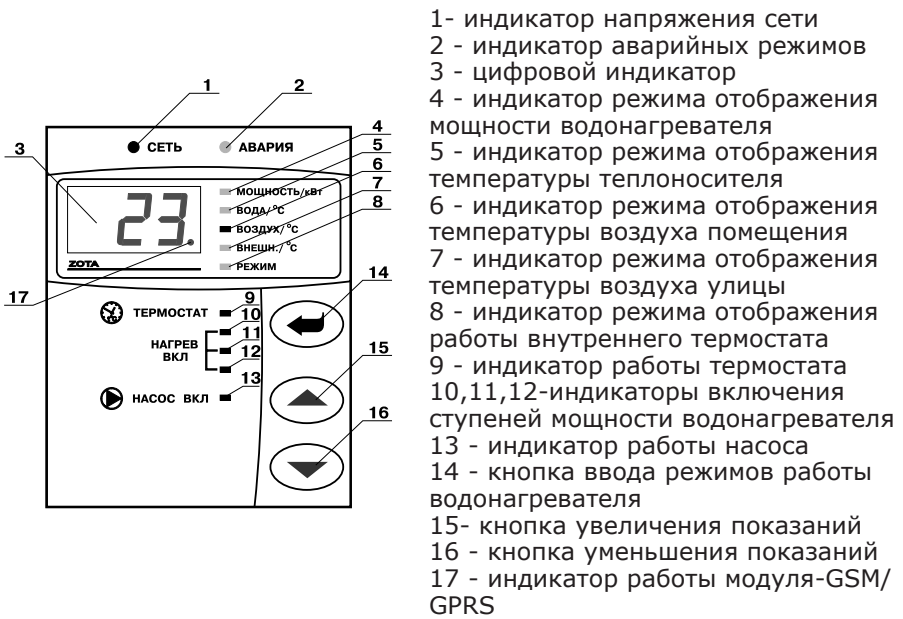

Рис. 2 Расположение органов управления на передней панели
7.7. С помощью кнопок, обозначенных символами \triangle и ∇ , можно изменить отображаемую на цифровом индикаторе информацию. При нажатии этих кнопок, на индикаторе последовательно отображаются текущие значения: максимальная мощность котла, температура теплоносителя, температура воздуха в помещении, температура воздуха на улице, режим работы внутреннего термостата. Каждое нажатие сопровождается коротким звуковым сигналом. При этом светятся индикаторы (4), (5), (6), (7), (8), Рис.2 соответственно, указывая на отображение текущей величины.
7.12. При нагреве теплоносителя выше 95°C срабатывает аварийная защита по температуре, загорается индикатор «АВАРИЯ» (2), Рис.2, отключается нагрев, и цифровой индикатор показывает код неисправности /Н-6/. При остывании теплоносителя примерно на 20°C нагрев снова включается.
7.13. Для защиты ТЭНов имеется датчик уровня воды, который срабатывает при понижении уровня теплоносителя в котле, при этом загорается индикатор «АВАРИЯ» (2) Рис.2, на цифровом индикаторе отображается надпись/Н-5/ и отключается нагрев.
7.14. Циркуляционный насос может работать в двух режимах работы: постоянном, без отключения и периодическом, с отключением насоса. При постоянной работе циркуляционного насоса горит индикатор (13), Рис.2, «НАСОС ВКЛ». Насос подключается через предохранитель (13), Рис.1, и при срабатывании предохранителя (например при коротком замыкании цепи насоса), питающее напряжение на насос не подается, индикатор (13) гаснет, на цифровом индикаторе загорается надпись /Н-4/ и отключается нагрев.
7.16. При подключении внешнего программируемого термостата к колодкам T1, T2 нагрев в котле включается, если контакты реле термостата замкнуты. При размыкании контактов, начинает периодически мигать индикатор «ТЕРМОСТАТ» (9), Рис.2, и нагрев всех ступеней отключается одновременно. Внешний термостат можно использовать как программируемый по времени таймер, который включает и отключает нагрев в определенное программой время. При этом датчик температуры воздуха помещения подключается к котлу и работает в обычном режиме. Если внешний термостат используется как таймер с регулировкой графика температуры в помещении по определенной программе, то датчик температуры воздуха в помещении (колодки A-, B+), необходимо отключить. При подключении внешнего термостата внутренний необходимо отключить для обеспечения корректной работы электроводонагревателя.